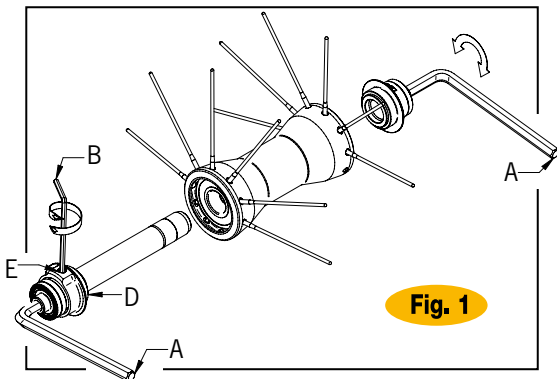

Fig. 1
• Introduzcan dos llaves Allen (A) en las tuercas de tope en los extremos de los bujes (Fig. 1) y gírenlas en sentido antihorario.
• Aflojen el perno (E) con una llave Allen (B) (Fig. 1).